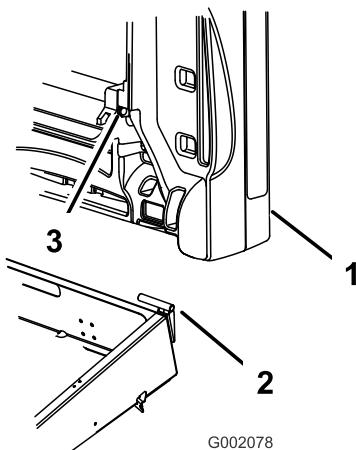

Bild 12
- Schieben Sie das Befestigungsloch der Staubox über die Schwenkhalterung (Bild 12).